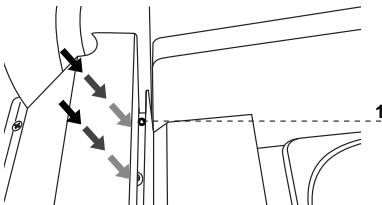

Abb.6 Befestigung des Glasbildschirmes
4. Vorderbildschirm einbauen Abb.6 (S.24)